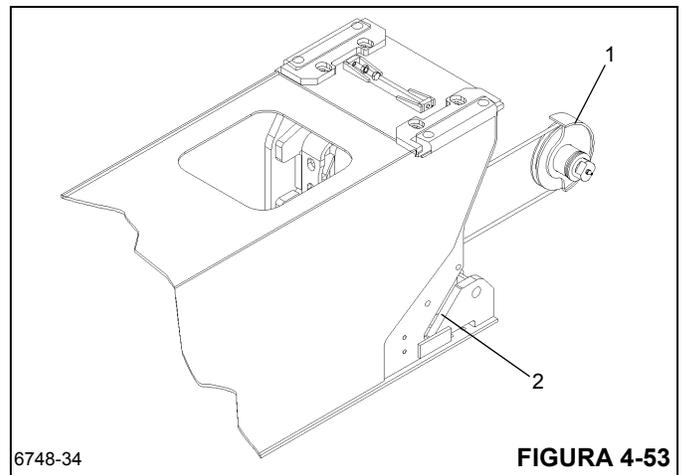

FIGURA 4-53
- 16. Enhebre el cable de retracción de la sección de extremo alrededor de la polea (Figura 4-53, 1) e instálelo en las ranuras anguladas (Figura 4-53, 2) de cada lado de la sección central exterior.